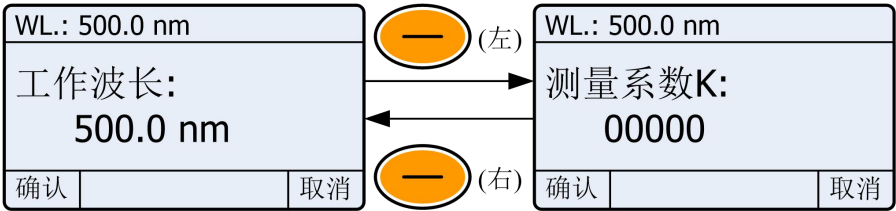

图 4-6
- 3) 设置测量系数 K。△、▽ 输入测量系数 K 值，—（左）确定（图 4-6）；